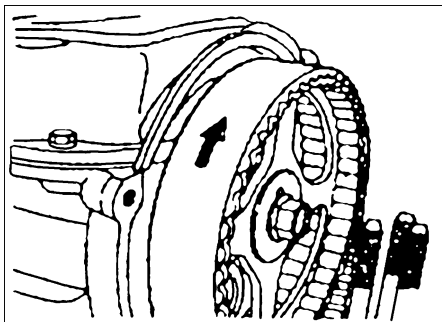

图 2-14 齿带旋转方向
(1) 拆卸正时齿轮带轮如图 2-14 所示，记下齿带旋转方向以期复装时无误。